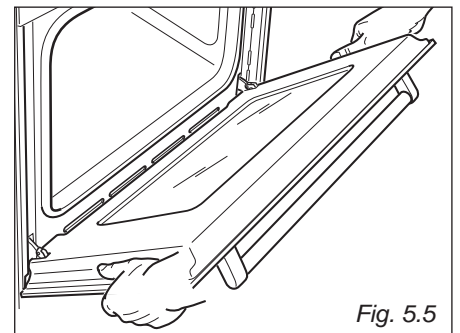

Fig. 5.5
- Aferre la puerta según las indicaciones de la fig. 5.5.
- Cierre la puerta suavemente (fig. 5.5) hasta que las palancas A de las bisagras derecha e izquierda se enganchen en la parte B de la puerta (fig. 5.5).